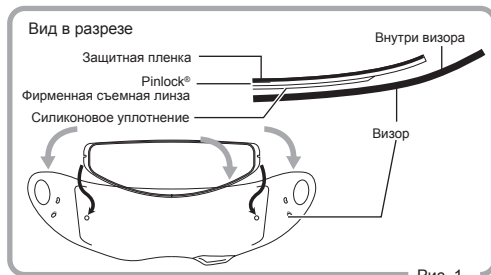

Рис. 1
1. Установите фирменную съёмную линзу Pinlock® стороной с силиконовым уплотнением на внутреннюю поверхность визора, не удаляя защитную пленку на линзе. Одновременно зафиксируйте фирменную съёмную линзу Pinlock® изнутри визора, закрепляя ее в эксцентрики до щелчка. (Рис. 1 и 2)